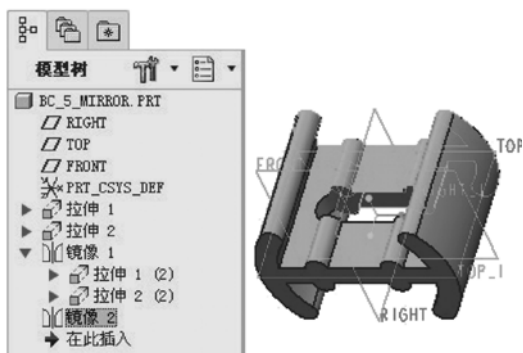

图 5-23 镜像结果
- 4 在“镜像”选项卡中单击“完成”按钮, 从而完成第二次镜像操作。最终完成的模型效果如图 5-23 所示。